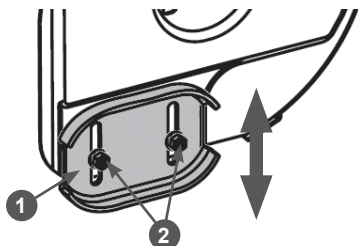

Рис. 34 Регулировка высоты забора снега
2. Открутите гайки 2 крепления полозков 1 на 1-2 оборота и установите полозков на необходимую высоту (Рис. 34). Снова затяните гайки.